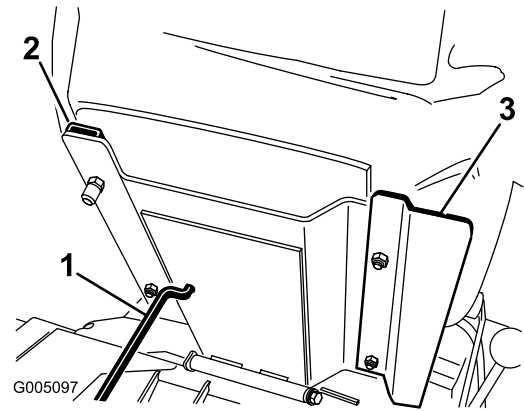
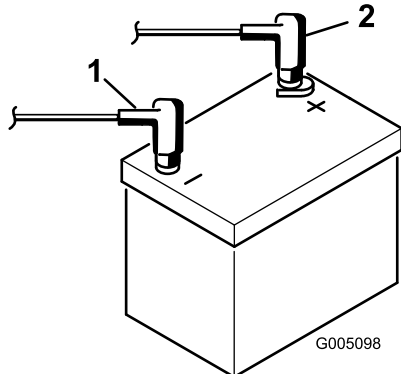

図 5
図 6
3. 付属部品のロックナット (5/16 in.) で、運転席とシート・パネルとシートスライドをサポートに固定する (図6)。シート・パネルが、図5のように右側にくるように取り付ける。
2. スタータからの赤い (+) ケーブルを (+) 端子に固定する (図 6)。レンチで締め付けて固定し、ワセリンを塗布する。ケーブルが擦れて磨耗するような配線はさける。座席の最後部でケーブルを傷つけることがあるので特に注意すること。